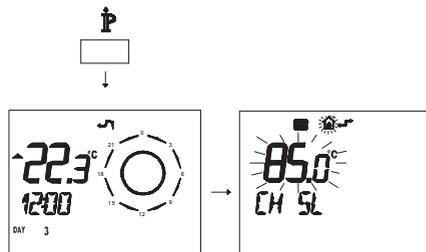

Figura 5.39
- Premere per più di 3 secondi il pulsante \mathbb{P} per entrare in modalità **INFO** (Figura 5.39).